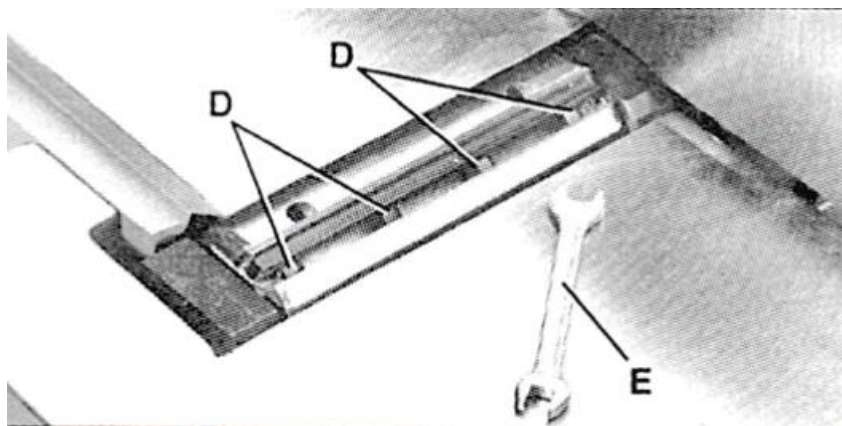
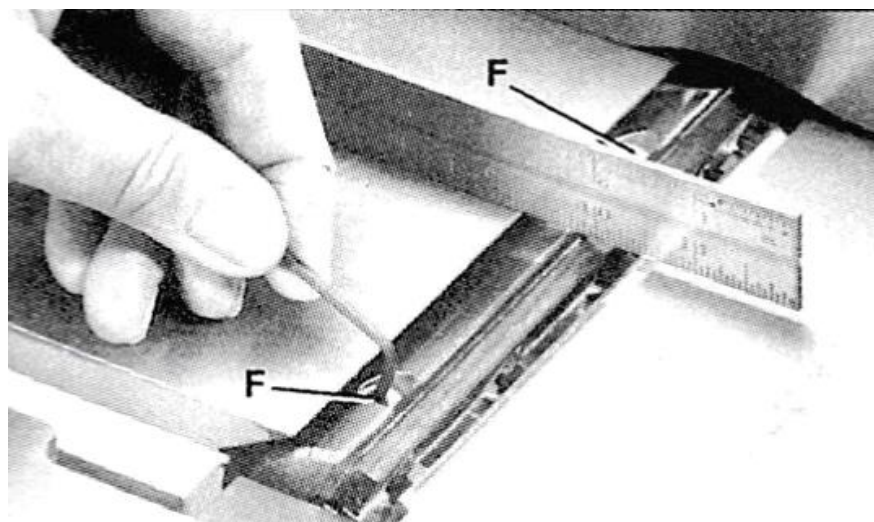

Рис. 26 Установка линейки на приемный стол
Рис. 27 Подъемные винты
3. Установите линейку на приемный стол таким образом, чтобы она заходила на режущую головку, как показано на Рис. 26.
4. Если резец расположен высоко или низко на каком-либо конце, немного поверните четыре винта (D) – Рис. 26 в стопорном прутке резца с помощью поставляемого в комплекте ключа (E) по часовой стрелке, чтобы открутить их. Затем отрегулируйте высоту резца, используя подъемные винты (F) – Рис. 27.
Против часовой стрелки, чтобы опустить, и по часовой стрелке, чтобы поднять. ПРИМЕЧАНИЕ: если необходимо опустить резец, осторожно нажмите на него после того, как винты (F) будут откручены. После завершения настройки затяните четыре винта (D) – Рис. 26, поворачивая их против часовой стрелки.